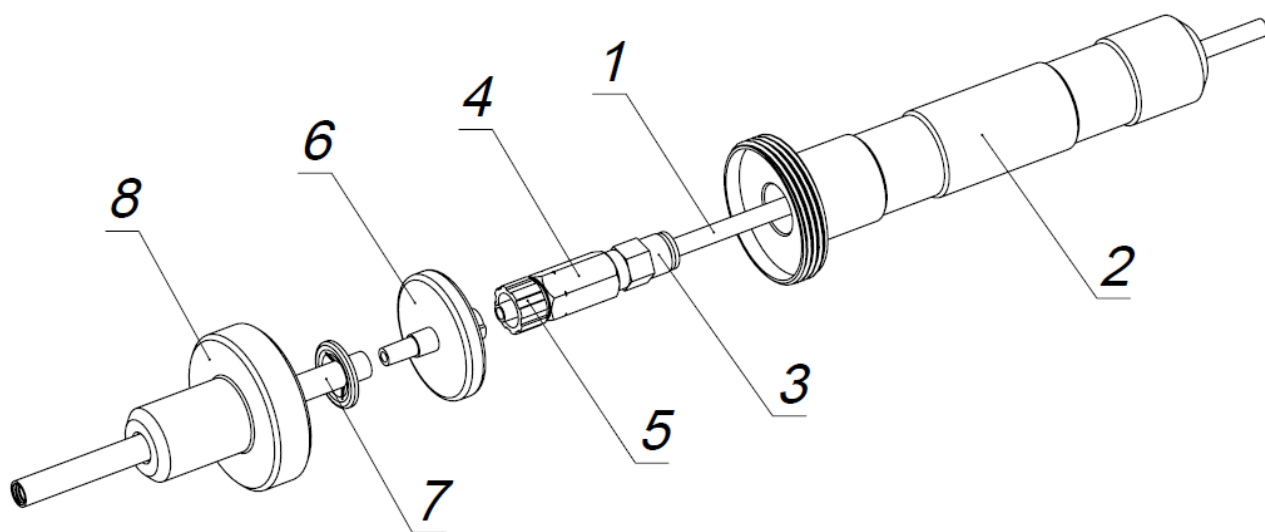

Рис. 1.3. Схема пробоотборника
Схема пробоотборника приведена на рис.1.3. Внутри пробоотборника установлен фильтр противопылевой (6), содержащий гидрофобный фильтрующий материал PTFE.